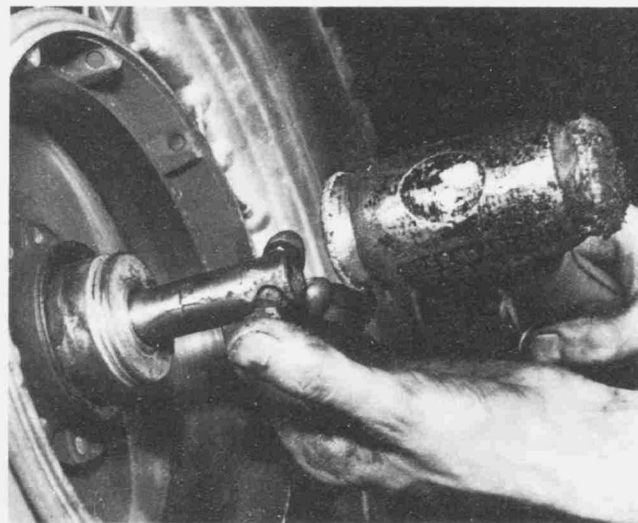

Bild 312
- Die Radnabe auf 80° bis 100° C erwärmen. Das vollständige Radlager kann von der Bremstrommel-seite aus mit Hilfe einer als Treibdorn benutzten Steckachse aus der Radnabe gepresst werden. Um eine Beschädigung der Steckachse zu vermeiden, ist ein weicher Hammer zu benutzen (Bild 312).